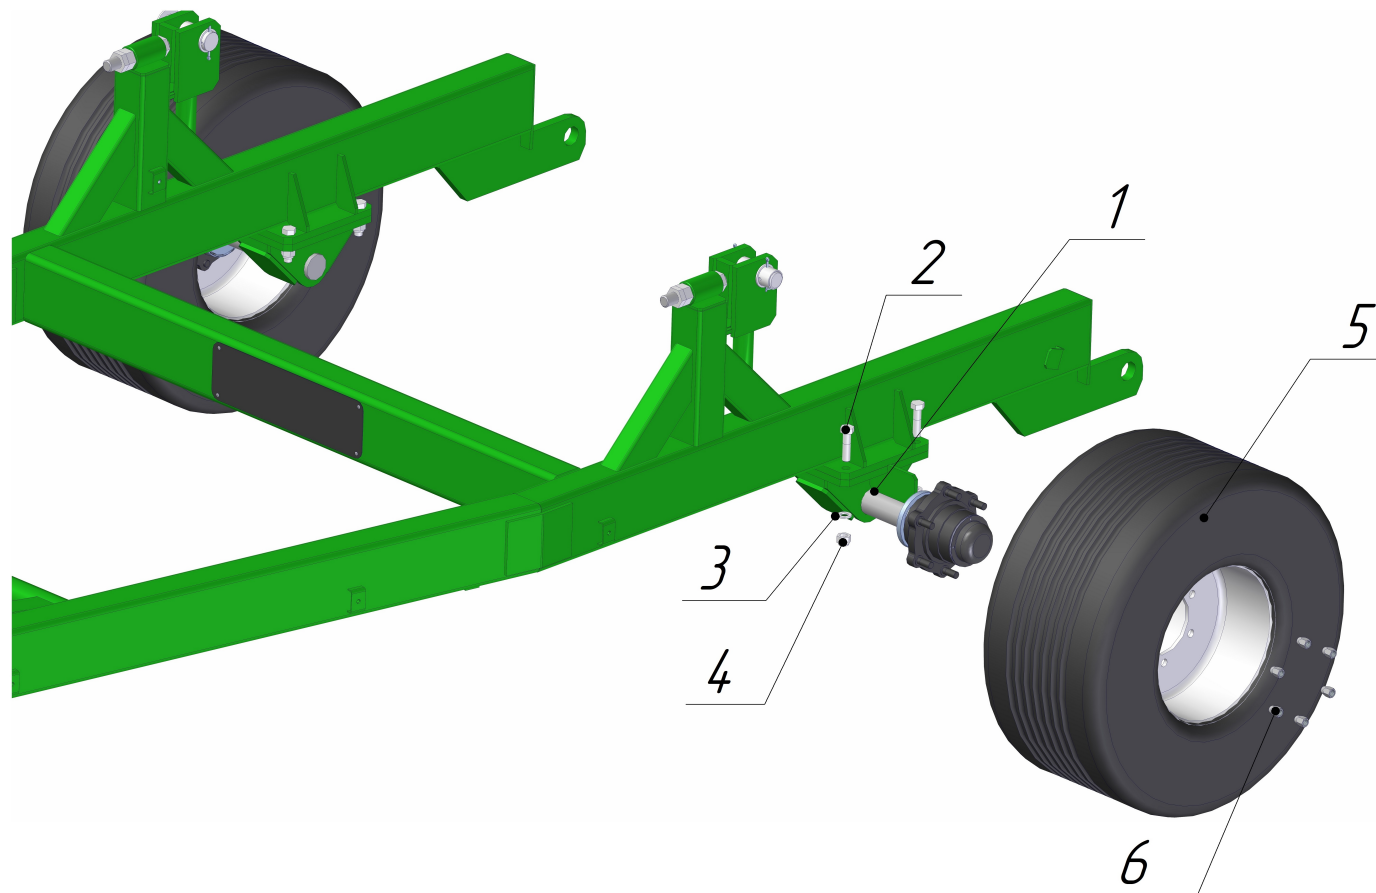

Рисунок 4- Установка опоры колеса дышла
- Рисунок 4. Секция тяжелой шлейф бороны.